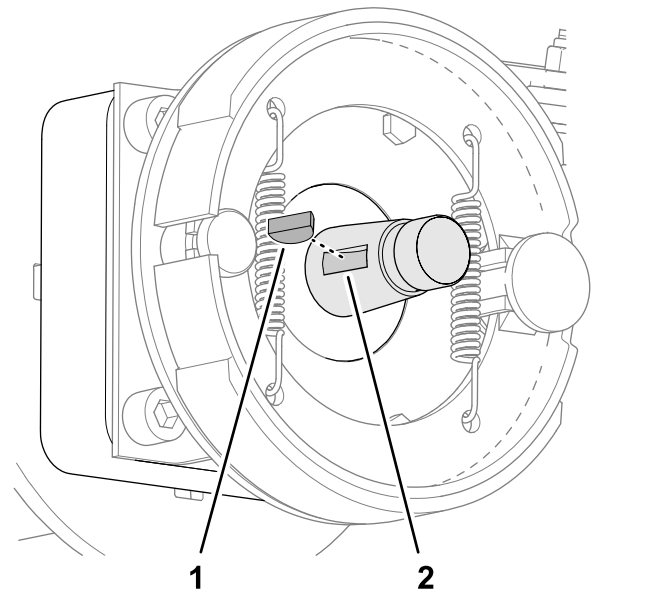

Figura 79
- Retire la chaveta semicircular del eje del motor de rueda (Figura 79).